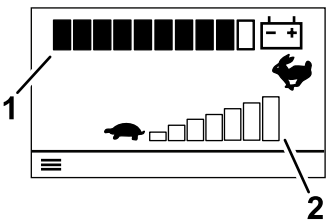

Figure 24
- **Écran d'information principal** (Figure 24) : affiche les données actuelles de la machine quand la clé est à la position CONTACT.